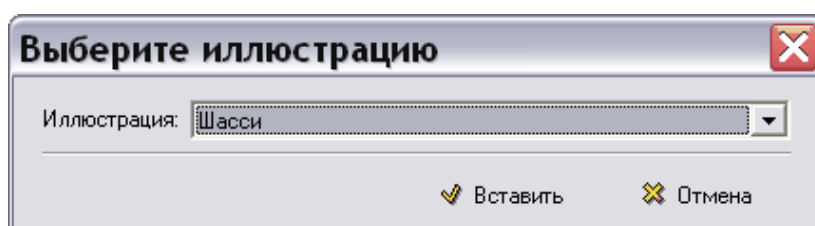

Рис. 3.236
3. В выпадающем меню **Ссылки и поля** выберите пункт **Распознать внутренние ссылки в иллюстрацию**. При этом появится окно **Выберите иллюстрацию** (Рис. 3.236).